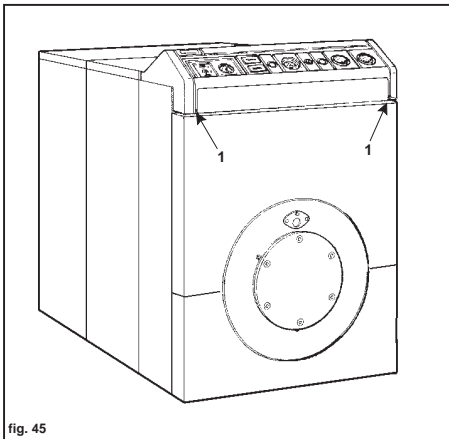

fig. 45
31. (Fig. 45) Das Schaltfeld schließen und mit den beiden Blechschrauben 1 befestigen.